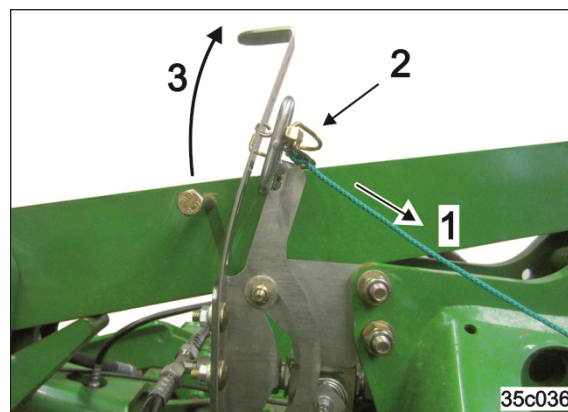

Рис. 141
1. Потяните за белый трос и протяните проушину через кулису (Рис. 141/1).
2. Зафиксируйте проушину пружинным фиксатором (Рис. 141/2).
3. Крючок зафиксирован в самом переднем положении, винт не может коснуться его (Рис. 141/3).